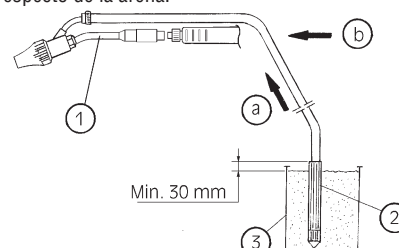

Fig. 7
El dispositivo para limpieza con chorros de agua y arena es de fácil aplicación (véase Fig. 7): basta sustituir el terminal estándar con el terminal para limpieza con chorros de agua y arena (1) e introducir el tubo de aspiración arena (2) en un recipiente especial (no suministrado) (3), prestando atención a utilizar arena seca y de calidad adecuada para este uso (arena de cuarzo o sílicea; para mayores informaciones, contactarse con el revendedor) y dejar que el tubo sobresalga en la medida de 30 mm respecto de la arena.